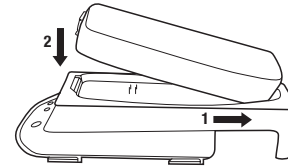

Fig. 1
- Introduzca la batería en la celda de carga TR-340 al deslizar primero el extremo posterior de la batería. Empuje hacia abajo para colocar el extremo frontal en su lugar (Fig. 1).